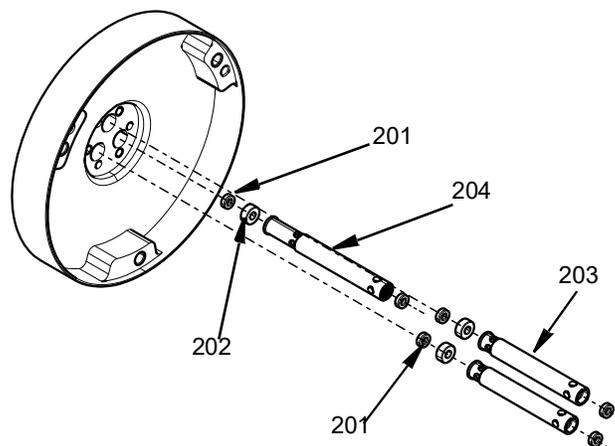

図 26
6. インレットパッキンスペーサー (203) を挿入し、パッキンスペーサー (204) ロッドシール (201) およびロッドベアリング (202) をセントラルボディに戻します。シールの設置については、シール挿入および削除ツールキット、25T489、ページ番号 32 を参照してください。長いリターンパッキンスペーサー (204) は、セントラルボディの前面に記載されているようにチャンバー III に置かれていることに留意してください。以下を参照してください：図 26 を参照ください。